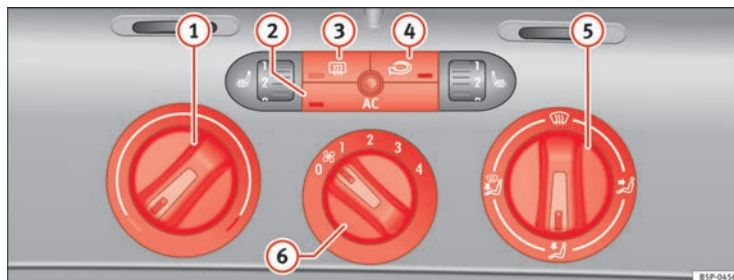

Fig. 127 Mandos del Climatic en el tablero de instrumentos
- Con los reguladores ⇒ fig. 127 ① y ⑤ y con el mando ⑥ se regula la temperatura, la distribución del aire y la velocidad de la turbina.
- Pulse la tecla ②, ③ o ④ para activar o desactivar la función correspondiente. Cuando la función está activa, la ventana situada en la esquina inferior de la tecla se ilumina.
- ① Regulador de temperatura ⇒ página 166
- ② Tecla **AC** – Encender o apagar el grupo refrigerador ⇒ página 166
- ③ Tecla – Luneta térmica. Esta función se apaga automáticamente aproximadamente 20 minutos después de haberla conectado. Se puede desconectar antes pulsando de nuevo la tecla.
- ④ Tecla – Recirculación de aire ⇒ página 167
- ⑤ Regulador de la distribución de aire ⇒ página 166
- ⑥ Mando de la turbina. El caudal de aire tiene 4 niveles de ajuste. La turbina debería funcionar siempre en el nivel más bajo cuando se circule a poca velocidad.
- Encienda el climatizador con la tecla ⇒ página 165, fig. 127 .